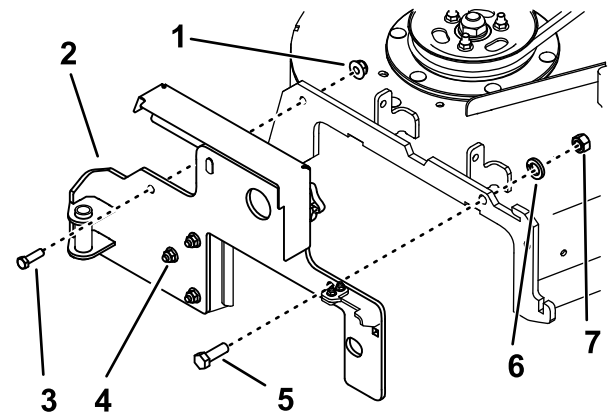

Bild 3
1. Befestigen Sie die Gebläsebefestigung mit einer Schraube (1/2" x 1 1/2"), einer Sicherungsscheibe, einer Mutter (1/2"), einer Schraube (3/8" x 1 1/4") und einer Mutter (3/8") am Mähwerk, wie in Bild 3 abgebildet.
1. Befestigen Sie die Gebläsebefestigung mit einer Schraube ($\frac{1}{2}$ " x $1\frac{1}{2}$ "), einer Sicherungsscheibe, einer Mutter ($\frac{1}{2}$ "), einer Schraube ($\frac{3}{8}$ " x $1\frac{1}{4}$ ") und einer Mutter ($\frac{3}{8}$ ") am Mähwerk, wie in Bild 3 abgebildet.